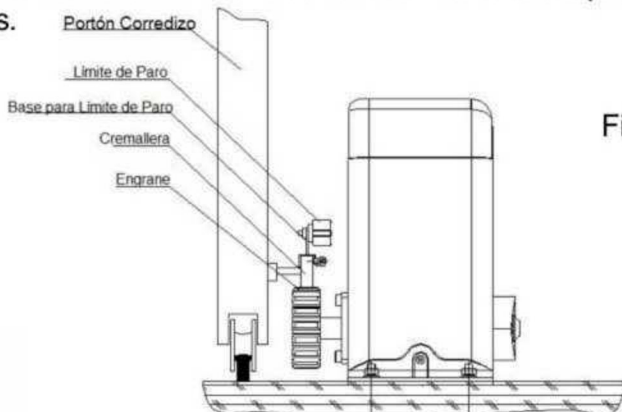
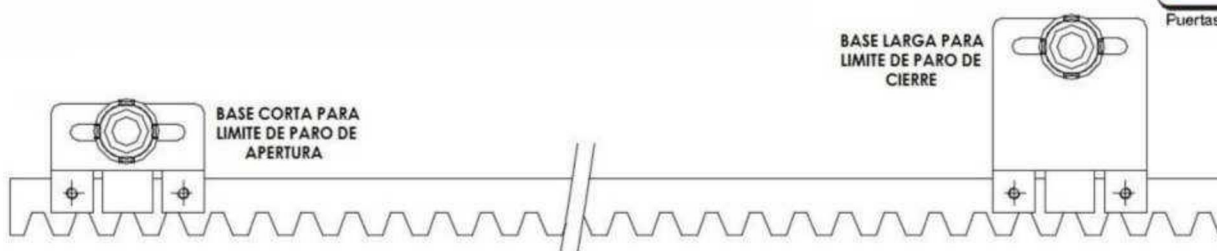

Fig.9
Fig.10
- El Límite de Paro Magnético (Base e Imán). Las Bases e Imanes debe de Quedar Instalados como se muestra en la (Fig.9) y la (Fig.10). El Límite de Paro Magnético (Base e Imán) son usados para Controlar el Recorrido y la Posición del Portón.